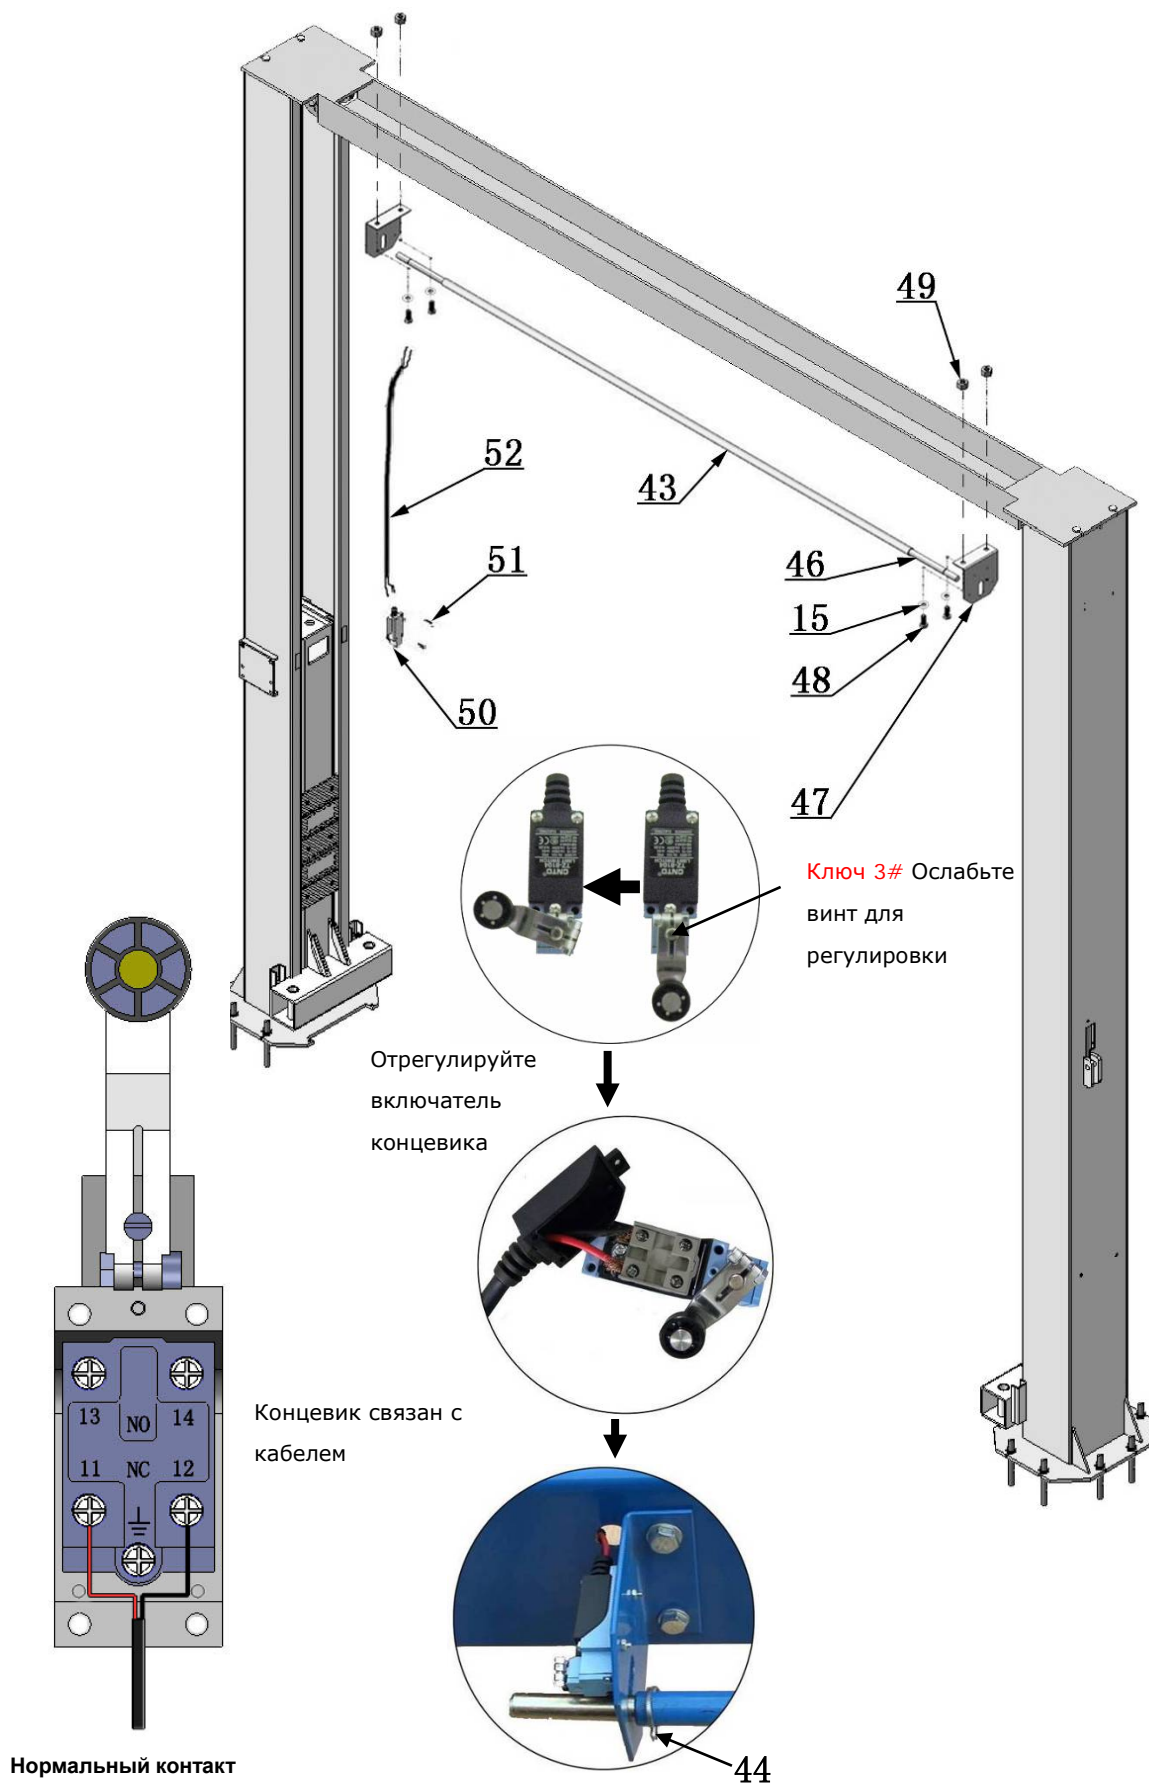

Рис. 24
- Установите концевые выключатели (Рис. 24).